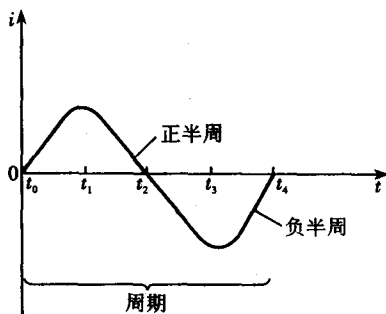

图 1-3 交流电流坐标表示方法
电流大小和方向随时间变化而变化的电流称为交流电流。交流电流具体种类很多,电路分析时常用具有正弦特性的交流电流来说明。图 1-3 所示是正弦交流电流波形示意图。图中,横轴为时间轴,纵轴为电流轴。
(1) 周期 周期是指交流电流重复变化一次所需要的时间,如图 1-3 所示。周期的单位是秒,用 T 表示。
(2) 频率 频率是指交流电流在 1 秒内重复变化的次数,单位为赫(用 Hz 表示),频率用 f 表示。频率 f 和周期 T 之间存在下列关系: $f = \frac{1}{T}$ 或 $T = \frac{1}{f}$ 。
(3) 交流电流的有效值 交流电流用瞬时电流大小来说明是相当复杂的,时常用交流电流的有效值来说明。交流电流有效值的定义是:在一个周期内,交流电流对负载所产生的作用,和一个直流电流对该负载所产生的作用相等,那么这一直流电流的大小称为该交流电流的有效值。正弦交流电流的有效值等于电流峰值的 0.707 倍。
(4) 交流电流的平均值 交流电流平均值的定义是:在交流电流的半个周期内,所有瞬时值的算术平均值。
(5) 交流电流的方向 由于交流电流的大小是随时间变化而变化的,所以交流电流要在很短时间内研究它的大小。交流电流的瞬时电流等于很短时间内流过导体截面的电荷变化量与这一很短时间之比。